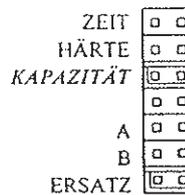

Abbildung 12
Schieben Sie den oberen Schieber auf die Stifte neben dem Wort **KAPAZITÄT** (Abb. 12). Drücken Sie den schwarzen Tastschalter **ZEITEINSTELLUNG**, bis der korrekte Kapazitätswert angezeigt wird. Der Kapazitätsbereich liegt zwischen 1 und 99 oder '.1 (10) und '99 (990). Siehe auch Tabelle **Empfohlene Salzmengeneinstellung**.